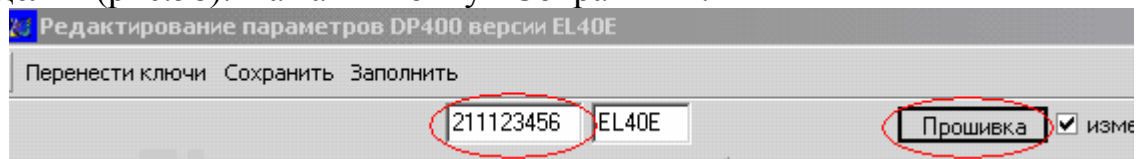
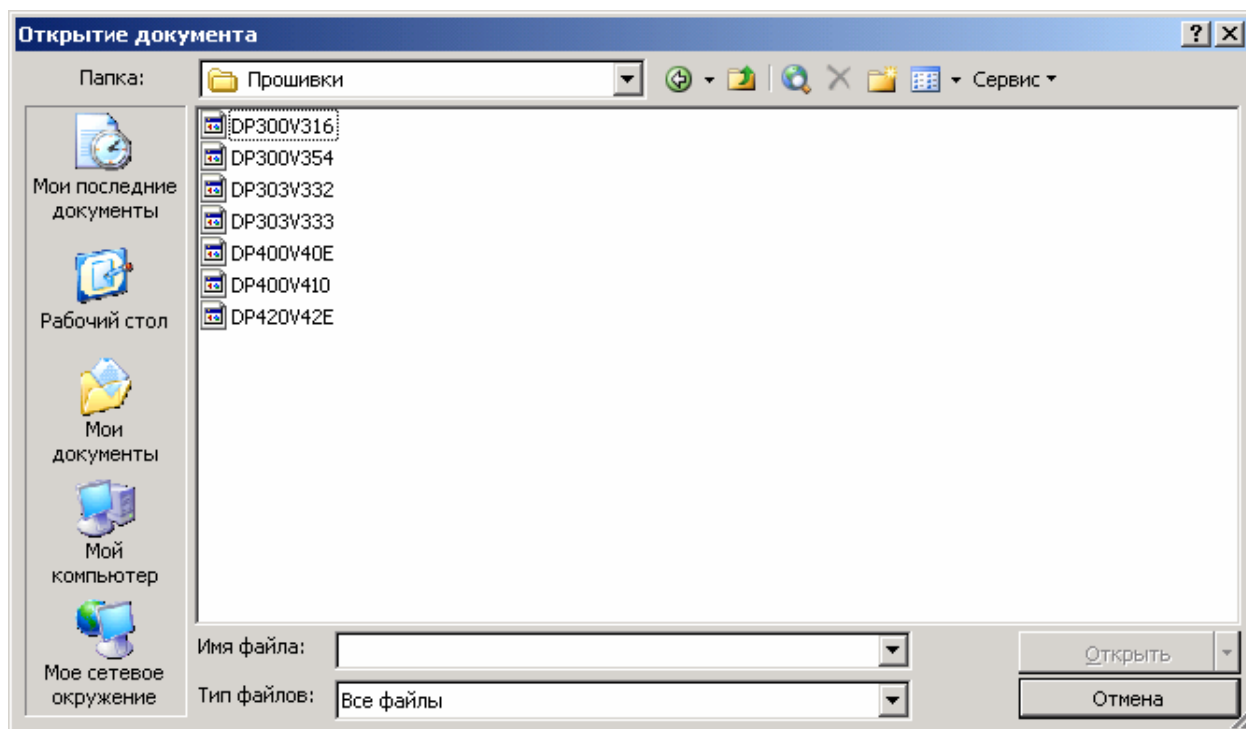

Рис.58
Рис.59. Выбор версии прошивки.
5. Откроется окно редактора КФ выбранного изделия. Вести в поле «Регистрационный номер изделия» корректный 9-тизначный серийный номер изделия (рис.58). Нажать кнопку «Сохранить».
6. Нажать кнопку «Прошивка» (рис.58). Появится стандартное окно «Открытие» (рис.59). Из каталога «arm\Прошивки» выбрать необходимую версию прошивки, затем нажать кнопку «Открыть».